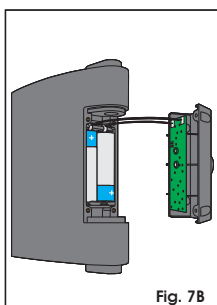

Fig. 7B
- Sul ricetrasmittitore rimuovere il frontale (rif. ① Fig. 7B).
- Rimontare il frontale (rif. ① Fig. 7B), avvitando tutte le viti fornite a corredo, verificando al momento dell'inserimento del frontale, un breve lampeggio della lente sul frontale stesso a conferma del corretto montaggio.